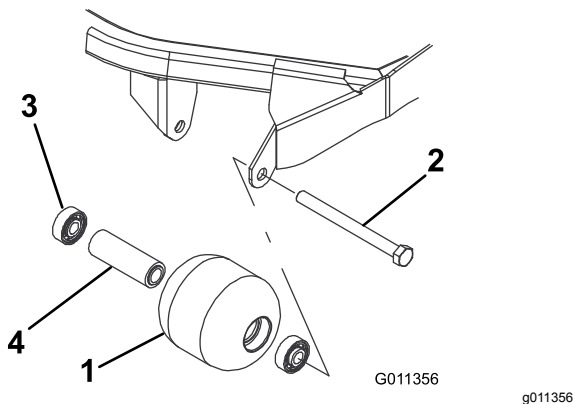

Figura 80
1. Retire o parafuso de montagem do rolo (Figura 80).
1. Introduza o primeiro rolamento na estrutura do rolo (Figura 80). Empurre só a calha externa ou, então, exerça o mesmo tipo de pressão nas calhas interna e externa.
2. Coloque o espaçador (Figura 80)
3. Introduza o segundo rolamento na estrutura do rolo (Figura 80) exercendo o mesmo tipo de pressão nas calhas interna e externa até a calha interna entrar em contacto com o espaçador.
4. Verifique se a estrutura dos rolamentos, os rolamentos e o espaçador de rolamentos estão danificados (Figura 80).